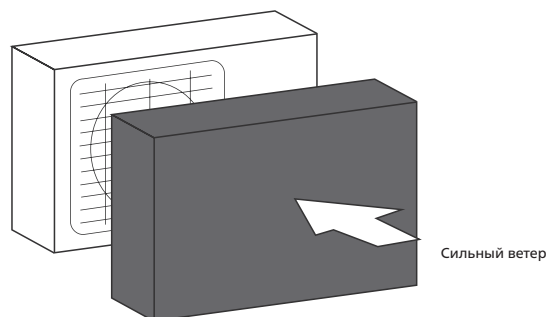

Рис. 5.2
- ☑ Если в месте установки бывают сильные ветры (например, на морском побережье), устанавливайте устройство на стене с подветренной стороны. При необходимости используйте защитный экран (рис. 5.2)